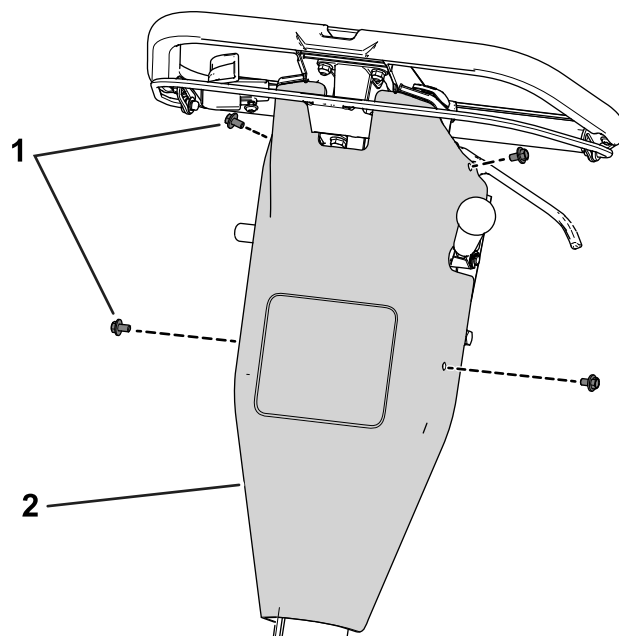

Figura 41
B. Retire a cobertura de controlo retirando os parafusos que fixam a cobertura de controlo ao painel posterior (**Figura 41**).